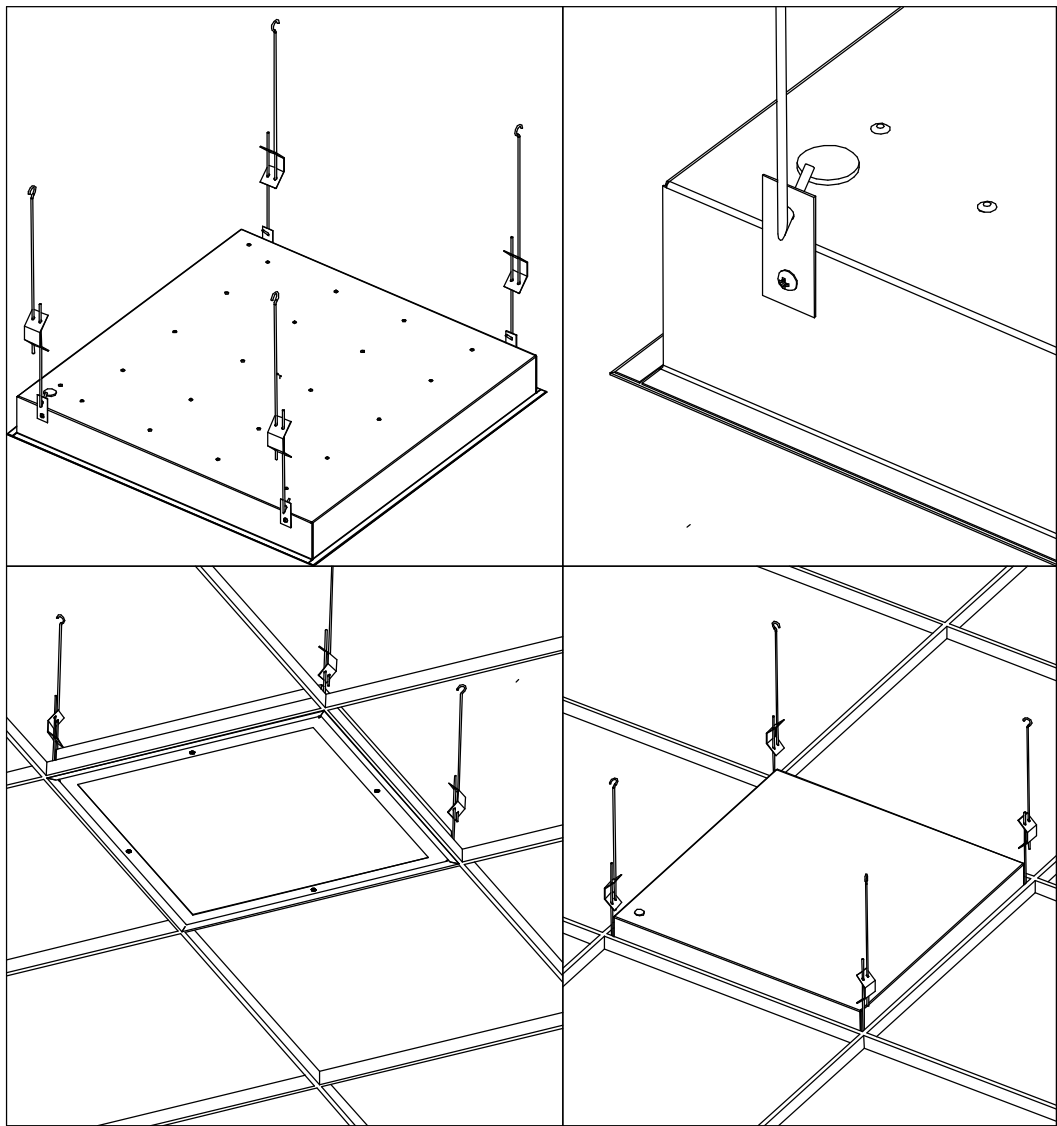

Рисунок 2.2 - Схема установки светильников в подвесной потолок "Griliato"
5.5 Установка светильника в подвесной потолок "GriLiato": Установите корпус в сборе в подвесной потолок согласно схеме (рисунок 2.2)